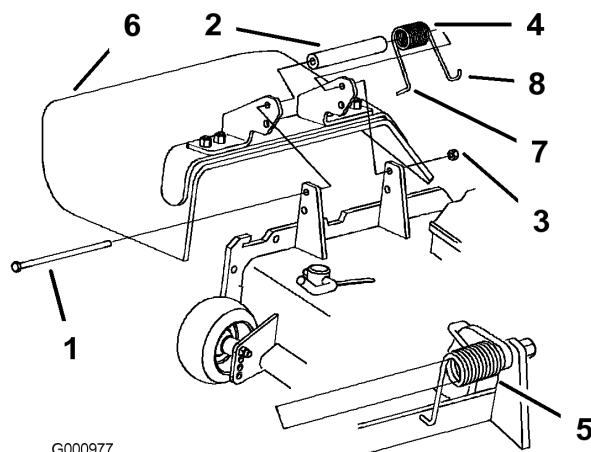

Figura 79
- Retire la contratuerca, el perno, el muelle y el espaciador que sujetan el deflector a los soportes de pivote (Figura 79). Retire el deflector de hierba dañado o desgastado.
Nota: Asegúrese de colocar el extremo en L del muelle detrás del reborde de la plataforma antes de instalar el perno, según muestra Figura 79.
- Instale el perno y la tuerca. Coloque el extremo en **J** del muelle alrededor del deflector de hierba (Figura 79).